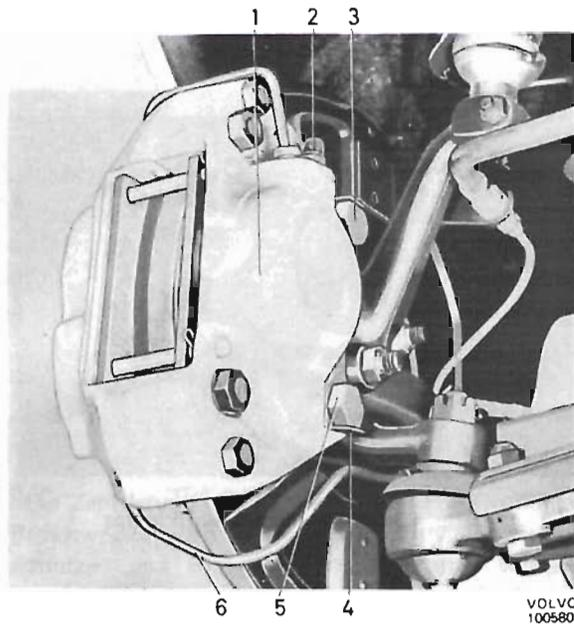
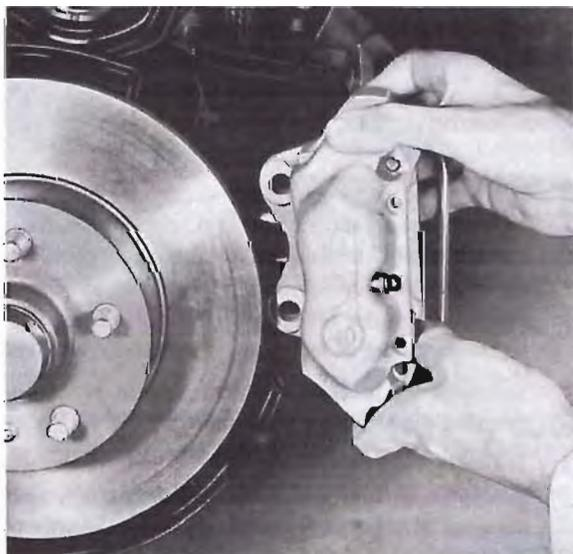

Abb. 20 Vorderradbremse
Abb. 21 Ausbau des vorderen Bremssattels
3. Je nach Ausführung der Vorderradbremse die Bremsrohrleitung (en) von Bremsschlauch und Konsole lösen. Falzblech (4, Abb. 20), soweit in Gebrauch, aufbiegen. Befestigungsschrauben (5) lösen und den Bremssattel abheben, vgl. Abb. 21.
1. Bremsattel an der Einbaustelle über der Bremscheibe anbringen. Gleichzeitig kontrollieren, daß die Anliegeflächen am Halter sauber und unbeschädigt sind, da es von Bedeutung ist, daß der Bremsattel richtige Lage im Verhältnis zur Bremscheibe einnimmt. Die Lage kann durch Kontrollmessung des Abstandes zwischen Bremscheibe und den Stützblöcken des Bremsattels ermittelt werden. Eine axiale Abweichung bis zu 0,25 mm ist zulässig. Bei größeren Abweichungen kann die Lage des Bremsattels mit Hilfe von Unterlegscheiben berichtigt werden. Bei der späteren Ausführung sind die Befestigungsschrauben vor Einbau mit Sicherungsflüssigkeit, Locktite Typ AV, zu behandeln (Abb. 20). Bei der früh. Ausf. werden diese Schrauben mit Falzblechen abgesichert. Kontrollieren, daß die Bremscheibe zwischen den Bremsklötzen frei rotiert.